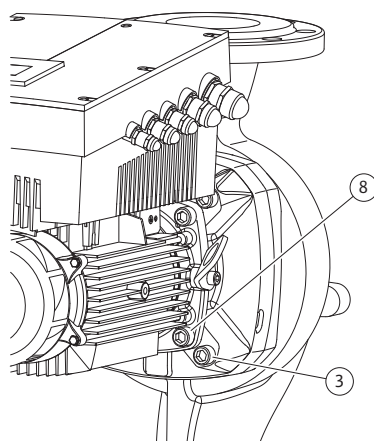

Fig. 49: Moottori-juoksupyöräyksikön vaihtoehtoinen kiinnitys
11. Avaa ruuvit (Fig. 7, pos. 3) ja poista ne. Pumpun tyypistä riippuen on poistettava ulommat ruuvit (Fig. 49, pos. 3). Moottori-juoksupyöräyksikkö (katso Fig. 13) jää ruuvien poistamisen jälkeen pumpun pesään, eikä moottoriakselin vaakasuorassa asennossakaan ole kaatumisvaaraa.
16. Pumpputyypistä riippuen on irrotettava joko ruuvit (Fig. 7, pos. 10) tai vaihtoehtoisesti ruuvit (Fig. 49, pos. 8).
22. Työnnä tiivistelaippa varovasti akselin yli ja asemoi se vanhaan tai johonkin toiseen haluttuun kulma-asentoon moottorilaippaan nähden. Kiinnitä tässä huomiota komponenttien sallittuihin asennusasentoihin (katso luku 7.1 "Sallitut asennusasennot ja komponenttien sijoituksen muutokset ennen asennusta" sivulla 79). Kiinnitä tiivistelaippa ruuveilla (Fig. 7, pos. 10) tai – pumpun/tiivistelaipan tyypistä riippuen (Fig. 49) – ruuveilla (Fig. 49, pos. 8) moottorilaippaan.